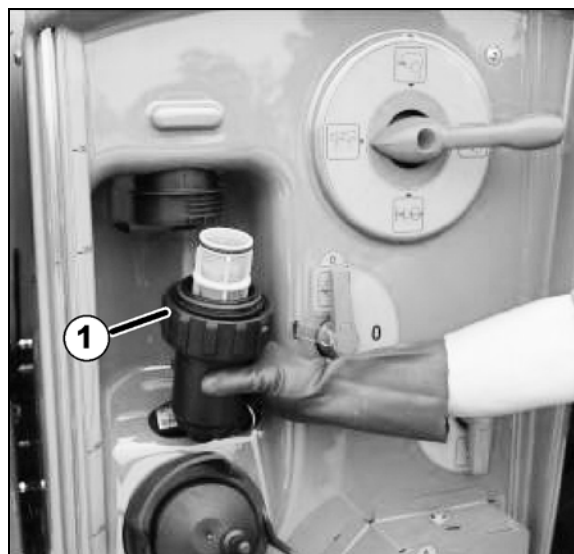

Fig. 138
2. Retirez le filtre sous pression (Fig. 138/1) et nettoyez-le à l'eau.